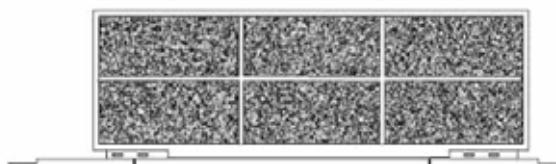
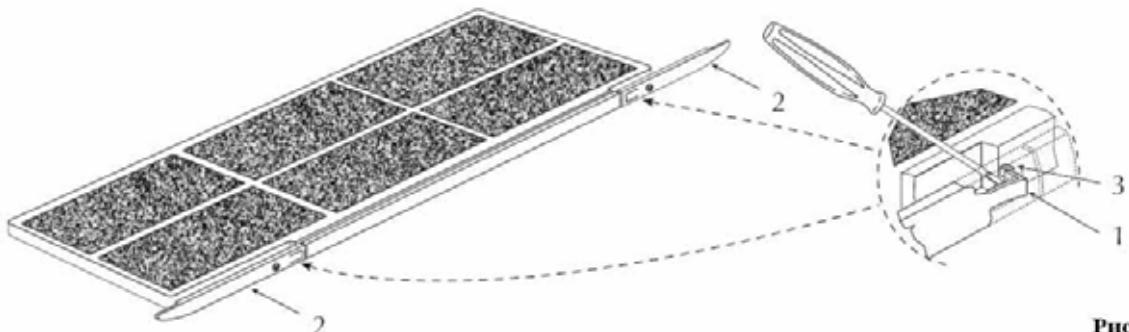

Рис. 3
Рис. 4
- Для переноса дренажной системы на правую сторону, измените расположение поддона (3) (если таковой имеется) и подключите дренажный трубопровод (6) с правой стороны.
- Перенесите соединительные кабели направо, удалите выбивные крышки отверстий для ввода кабелей и переместите места ввода кабелей (9) справа налево.
- Ведите кабели через отверстие (9) с левой стороны корпуса.
- Перенесите контактный блок (10) и контакт заземления (11) на левую сторону вентиляторного доводчика.
- Измените расположение воздушного фильтра, для чего необходимо переместить держатели по отношению к рамке фильтра (Рис. 3). Нажмите на лапку крепления (1 на Рис. 4) отверткой и выведите держатель (2) из зацепления с фиксатором (3). Освободите лапку, когда взаимное расположение держателей и фильтра будет соответствовать показанному на Рис. 3.